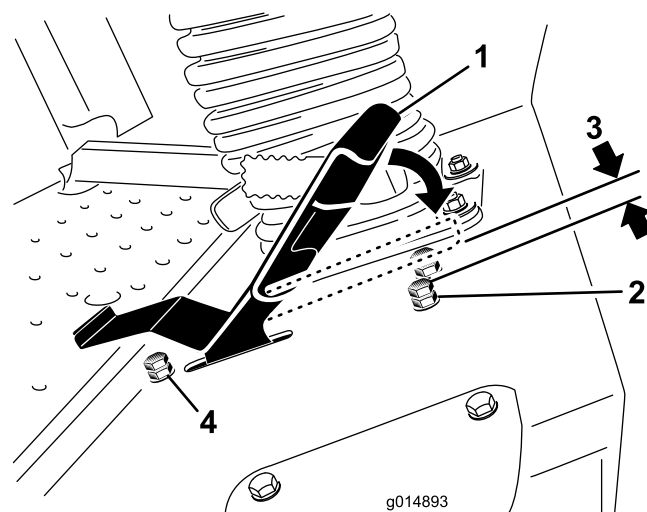

**Figura 47**
- Se o pneu traseiro esquerdo estiver a rodar, desaperte as porcas de bloqueio na barra de controlo da transmissão do lado esquerdo (Figura 47).